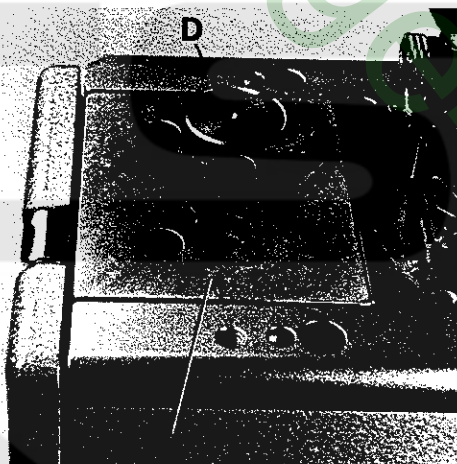
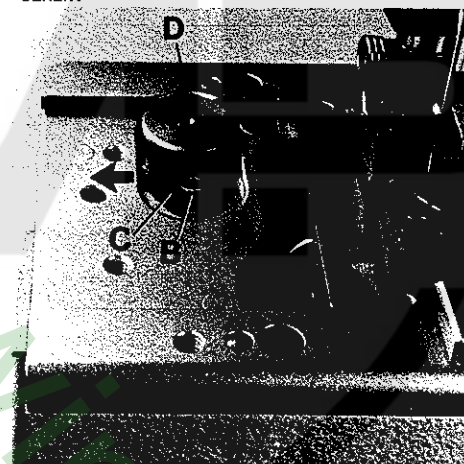
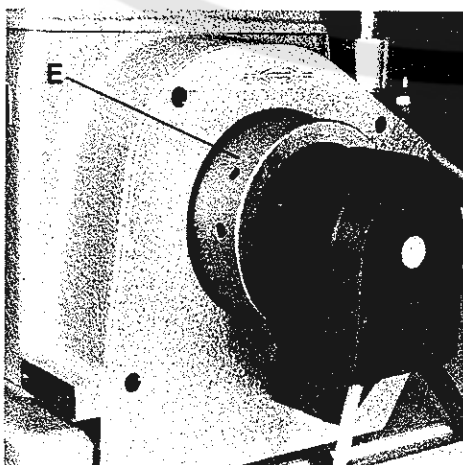

Fig. 8
Fig. 9
Fig. 10
Before the machine leaves the factory, the stitch length change mechanism is locked. After removing cover (A, Fig. 8) and loosening screw (B, Fig. 9) lever (C) can be swung in the direction of the arrow to the left to unlock the stitch length change mechanism. The required hexagon socket wrench is a component of the machine accessories.
The stitch length is changed by slightly pressing stop bolt (D, Figs. 8 and 9) and simultaneously rotating pulley (E, Fig. 10). Within one revolution of the pulley stop bolt (D, Fig. 8) engages and the stitch length change starts. Rotating pulley clockwise shortens the stitch, rotating it counterclockwise increases the stitch.
Vor dem Versand der Maschine wird die Stichlängenverstellung blockiert. Entfernt man den Deckel (A, Fig. 8) und löst die Schraube (B, Fig. 9), kann der Hebel (C) in Pfeilrichtung nach links geschwenkt werden und die Arretierung der Stichlängenverstellung ist aufgehoben. Der benötigte Sechskantschraubendreher ist im Zubehör der Maschine enthalten.
Die Stichtlänge wird durch leichtes Drücken auf den Rastbolzen (D, Fig. 8 und 9) und gleichzeitiges Drehen der Handrad-Riemenscheibe (E, Fig. 10) eingestellt. Nach spätestens einer Umdrehung der Handrad-Riemenscheibe rastet der Rastbolzen (D, Fig. 8) ein und die Stichverstellung beginnt. Drehen der Handrad-Riemenscheibe im Uhrzeigersinn verkleinert den Stich, drehen im Gegenuhrzeigersinn vergrößert ihn. Nach dem Einstellen der gewünschten Stichtlänge kann, wenn notwendig, die Stichlängenverstellung wieder blockiert werden. Montieren Sie den Deckel wieder.